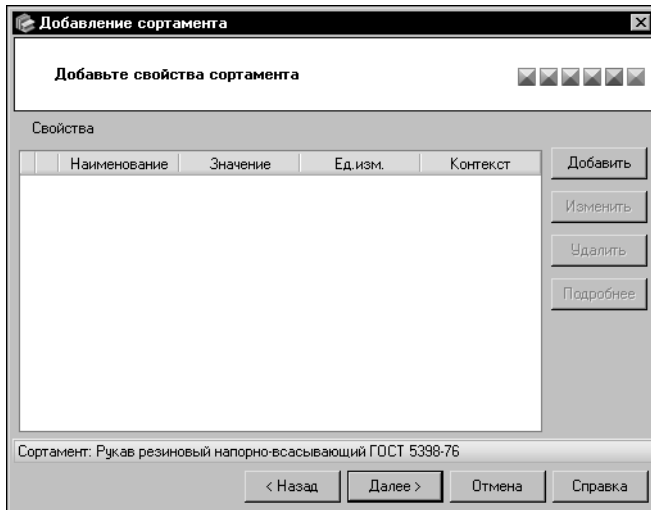

Рис. 6.44. Мастер добавления сортамента: шаг 5
7.Элементы управления окна пятого шага мастера позволяют задать свойства сортамента (рис. 6.44). Для сортамента *Рукав* таких свойств не определено.